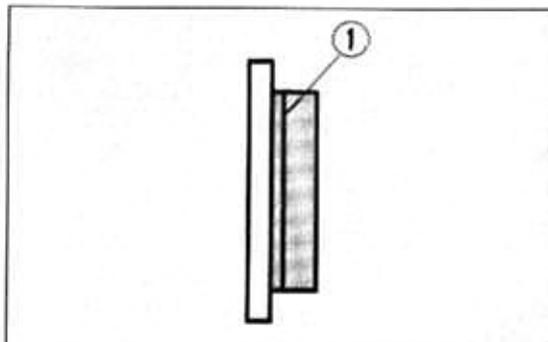

Bild 31
- Zur Kontrolle Abdeckbleche abnehmen (Bild 30) und Belagstärke prüfen. Beläge wechseln, wenn Belagstärke Verschleissmass ① Bild 31 erreicht.